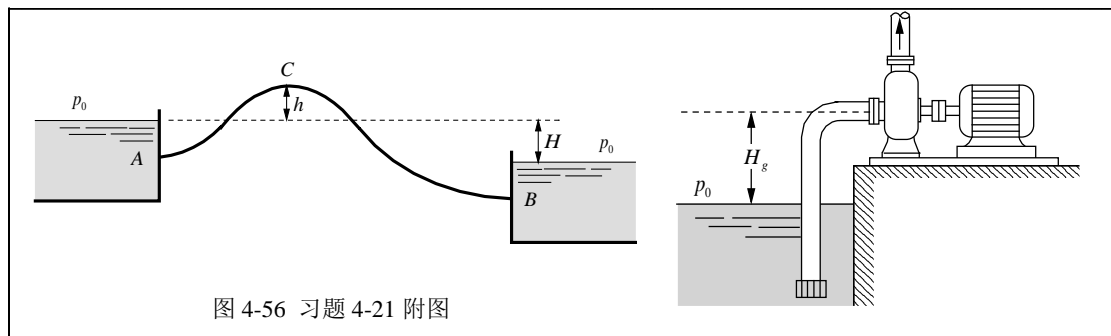

图 4-56 习题 4-21 附图
**4-21** 直径  $d=1.2\text{m}$  的管道靠虹吸作用由水库 A 向水库 B 输水，如图 4-56 所示。两水库液面高差  $H=6\text{m}$ ，管道最高点与 A 水库液面  $h=3\text{m}$ 。管道总长度  $L=720\text{m}$ ，其中从 A 水库到最高点 C 之间的管道长度  $l=240\text{m}$ 。设管道沿程阻力系数  $\lambda=0.04$ ，不计局部阻力，试求管道内的体积流量  $q_v$  及 C 点处的流体表压力  $p$ 。取水的密度  $\rho=1000\text{kg/m}^3$ ， $g=9.8\text{m/s}^2$ 。